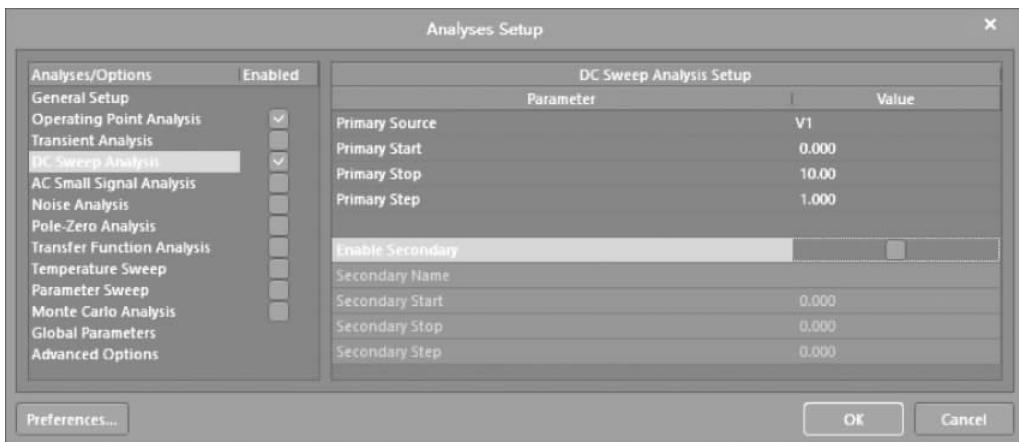

图 3-16 设置直流扫描分析参数
- (1) 在 AD 主界面主菜单下选择 Simulate→Edit 'Mixed Sim' Setup。
- (2) 打开如图 3-16 所示的 Analyses Setup(分析设置)界面,按下面参数设置: